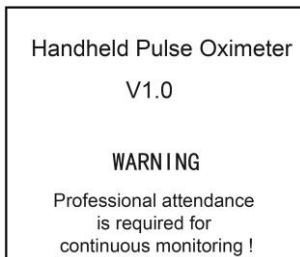

Abbildung 4.1
- Langes Drücken „“ Strom/Links Taste für 1 - 2 Sekunden, dann wird das Oximeter eingeschaltet. Das Oximeter führt einen Selbsttest durch, und anschließend werden die Softwareversion und die Warnmeldung „Für die kontinuierliche Überwachung ist professionelle Hilfe erforderlich!“ auf dem Bildschirm angezeigt, wie in Abbildung 4.1 dargestellt (die aktuelle Version finden Sie auf Ihrem Oximeter).